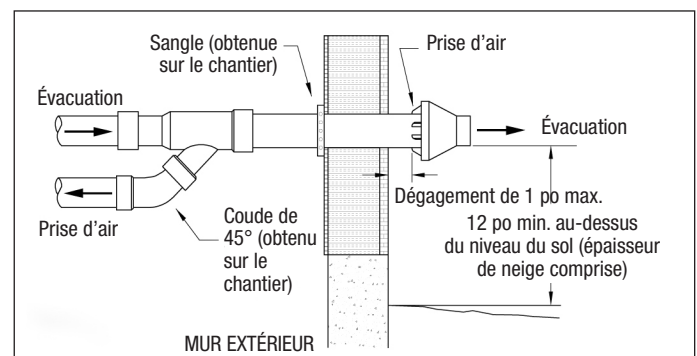

Figure 1.
- Déterminez le meilleur emplacement pour la pièce de sortie – voir les figures 1 et 2 pour les installations horizontales et verticales. Pour les installations latérales (horizontales), vous devez tenir compte de ce qui suit :
- Fixez l'assemblage à la structure tel qu'illustré à la figure 1 ou 2 en utilisant des produits de support et d'étanchéification obtenus sur le chantier.
- Assurez-vous que les valeurs de dégagement de la pièce de sortie sont conformes à celles indiquées à la figure 1 pour une installation horizontale.
- Collez les tuyaux de prise d'air et d'évacuation à l'assemblage de la pièce de sortie à tronçon concentrique. Voir la figure 1 ou 2.